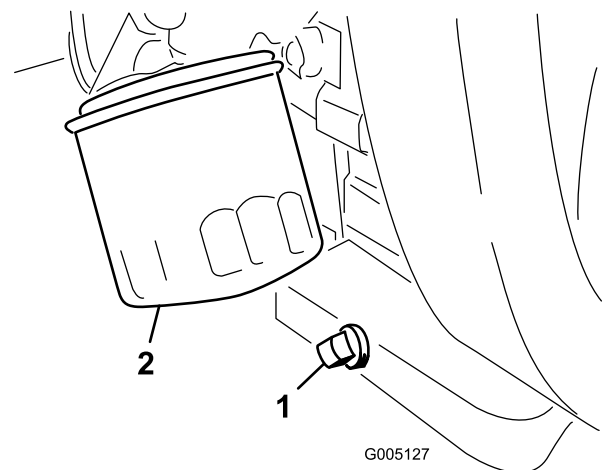

図 49
1. ドレン・プラグ（図 49）を外してオイルを容器に受ける。オイルが抜けたらドレンプラグを取り付ける。
2. オイルフィルタ (図 49) を外す。新しいフィルタのガスケットに薄くエンジンオイルを塗る。